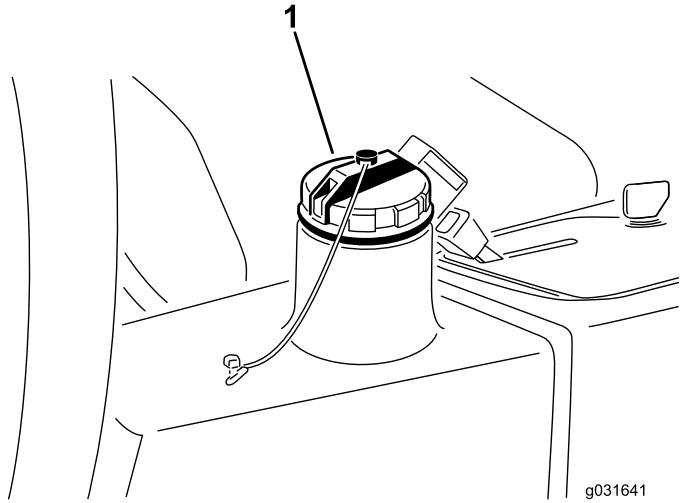

図 64
- 油圧オイルタンクの注油口とキャップの周辺をきれいに拭く図 64。
- オイルタンクのキャップを取り図 64。